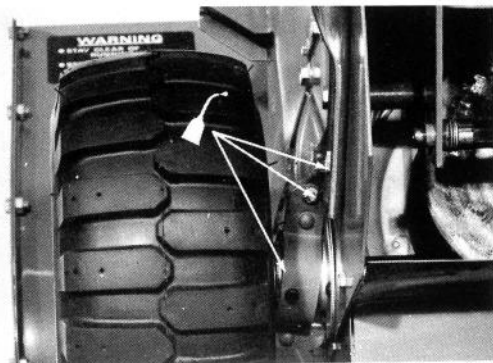

Fig. 28
2. Smør ligeledes beslagene på begge hjulkoblinger med et par dråber olie (Fig. 28). Tør overflødig olie af.